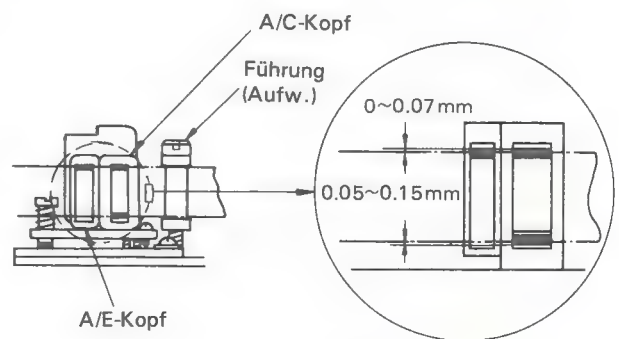

Abbildung 25
3. Überprüfen, ob der A/C-Kopf gegenüber dem Band die richtige Höhe und Neigung aufweist, wie in Abbildung 25 gezeigt.
* Wenn sich irgendeine Unregelmäßigkeit beim Transport zeigt, die folgenden Einstellungen durchführen und sich dabei nach Abbildung 23 und Abbildung 25 orientieren.
4. Sollte eine Einstellung notwendig sein, diese mit Hilfe der Schraube (2) vornehmen. Die Schraube (2) dabei sehr langsam drehen.
5. Die Höhe des A/C-Kopfes sollte gegenüber dem Band wie in Abbildung 25 gezeigt eingestellt werden.
6. Höhe, Neigung und Azimut des A/C-Kopfes wie in Abbildung 25 gezeigt einstellen.